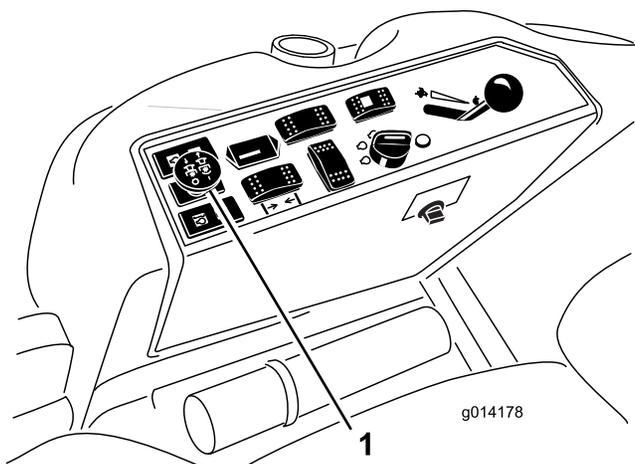

Bild 12
3. Ziehen Sie den ZWA-Schalter heraus, um ihn zu aktivieren (Bild 12).